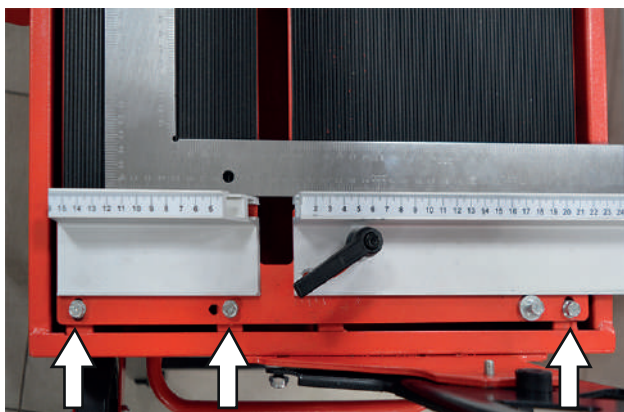

рис.1
1. С помощью винтов (рис.1) по угольнику отрегулируйте упорную планку, перпендикулярно линии реза.